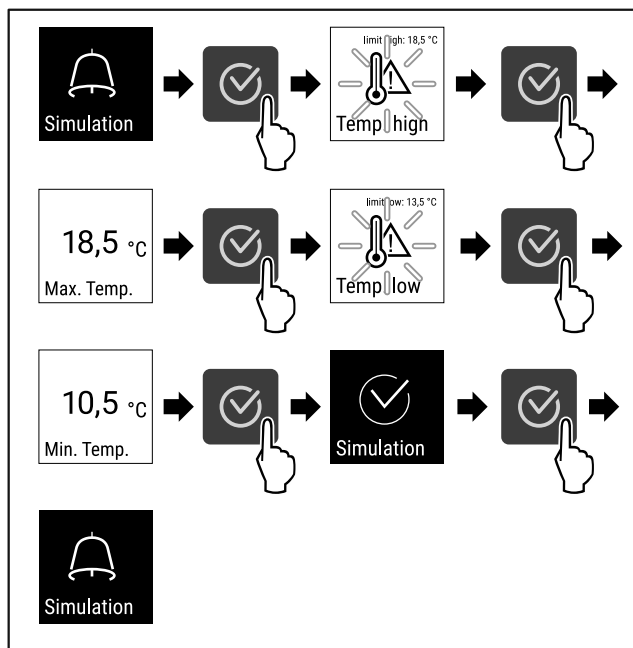

Fig. 108
- ▶ Proved'te akční kroky (viz Fig. 108).